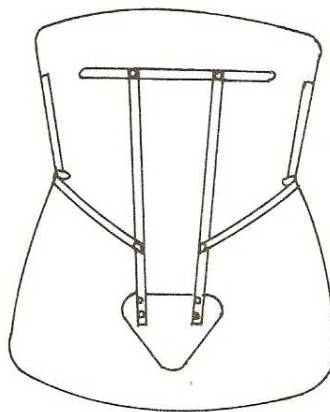

Figure 34 : CIVC (44)
- **Le CIVA** : cage semi-ouverte (Figure 34)